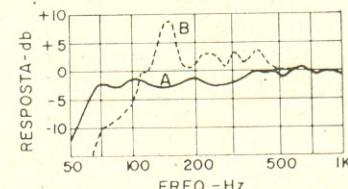

Figura 12
A freqüência em que a inversão ocorre deve estar abaixo da freqüência de ressonância do alto-falante. Portanto, o alto-falante utilizado deve ter a freqüência de ressonância superior à do labirinto. A gama de reprodução fica estendida quase que uma oitava abaixo de fr. Na figura 12 temos o gabinete tipicamente formado, visto de lado, em corte. Ao lado está a curva de resposta típica (A), estando para comparação a curva B que seria a conseguida com o alto-falante montado num gabinete sem fundo. Em comparação com o refletor de baios o labirinto, de um modo geral, para o mesmo alto-falante, ocupa menor espaço e não necessita de sintonia precisa, sendo de construção mais difícil e complicada. Para o correto funcionamento e reprodução equilibrada sem reflexões e cancelamento de freqüências médias e altas, todo o interior do gabinete, paredes separadoras, etc., deve ser muito bem forrado com